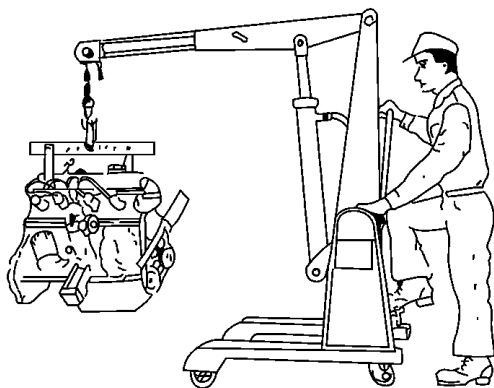

图 3.5.2
3. 不要把吊机臂的长度延伸超出规定的范围,否则它在起吊重物时会失去平衡,如图 3.5.2 所示。